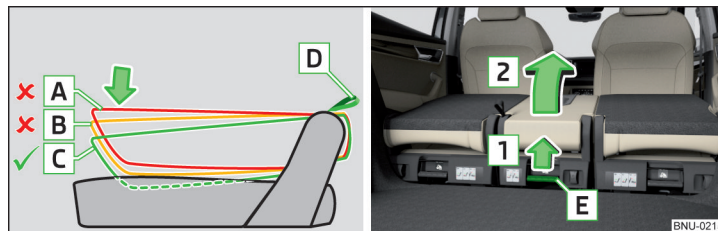

Fig. 84 Ridicarea scaunului din mijloc
- ▶ Trageți de curelușa **D** și apăsați spătarul în poziția **C** aproximativ 4 cm în perna scaunului » fig. 84.